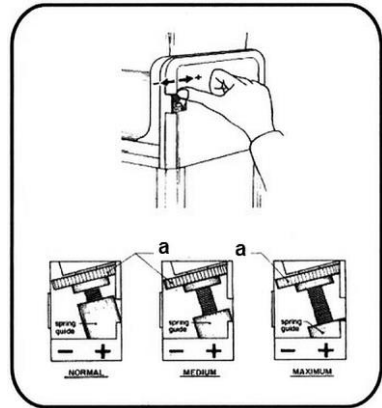

Abb. 3
1. Ändern Sie die Einstellung für Milch oder andere Produkte, die länger zum Einfrieren brauchen, auf „medium“ oder „maximum“ mit Hilfe des Einstellrädchens (a), indem Sie es in Richtung „+“ drehen, wie in der Abb. 3 gezeigt.